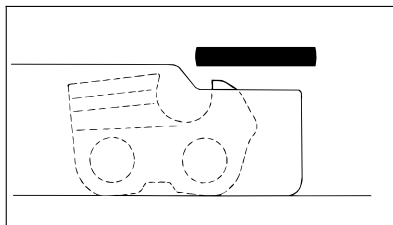

Рис. 68
- Ограничитель глубины обрабатывать вместе с опилочным шаблоном (рис. 68)